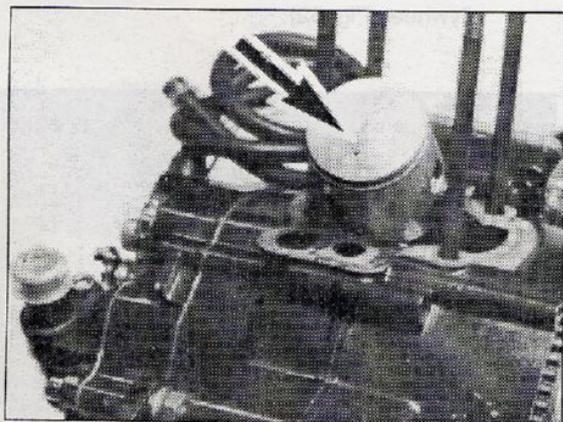

Fig. 49
- 21) VERIFICARE prima del montaggio il buono stato della gabbietta sullo spinotto e dei suoi rulli. Montare quindi il pistone assicurandosi che la freccia marcata sul cielo del pistone sia rivolta verso lo scarico (Fig. 49), quindi lo spinotto e relativi anelli di fermo avendo l'avvertenza che non cadano dentro al carter.
- 21) BEFORE assembling verify the perfect operation of the small end bearing on the pin and its rollers. Then assemble the piston making sure that the arrow marked on its crown is facing the exhaust (Fig. 49) then the piston pin and the rings taking care that they don't fall into the crankcase.